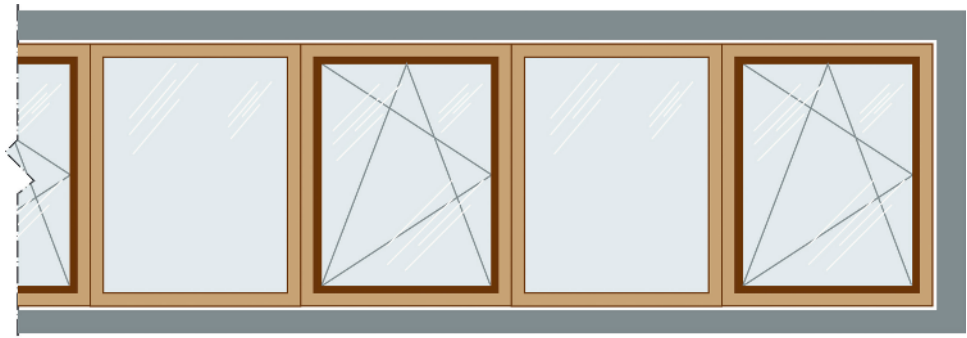

Bild 1.3 Fenster in einer horizontalen Öffnung
- Fenster in einer horizontalen Öffnung (Bild 1.3)